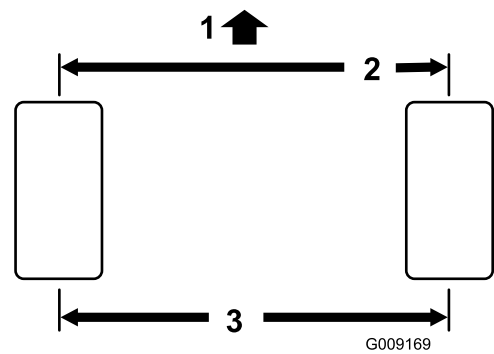

Bild 55
2. Messen Sie den Abstand vorne und hinten an den Lenkreifen Mitte-zu-Mitte (auf Achshöhe). Bild 55